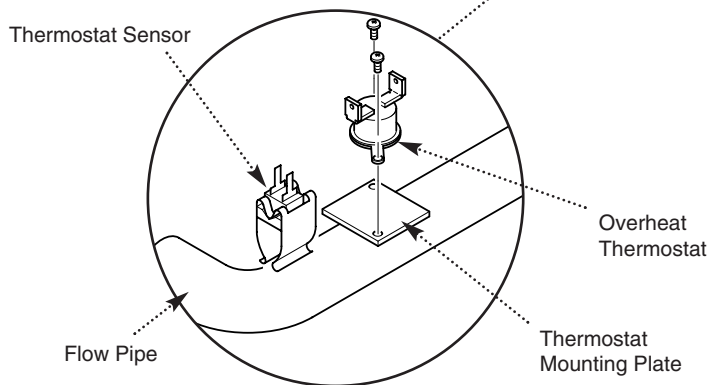

Fig. 116
10.5 Thermostat Sensor (Fig. 116)
10.6 Over-Heat Thermostat (Figs.116 & 117)